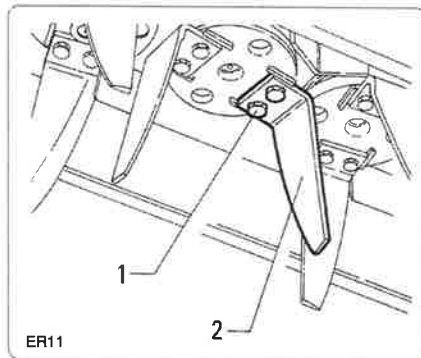

fig. 7.7.1
7.7- Sostituzione coltelli fig. 7.7.1